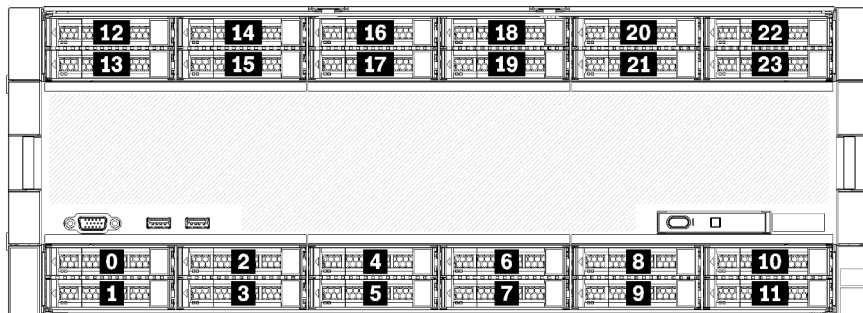

Abbildung 7. Position der Laufwerke
- Die oberen zwei Laufwerke unterstützen Laufwerke mit SAS-, SATA- oder NVMe-Schnittstelle (Lenovo AnyBay). Der Server unterstützt je nach Serverkonfiguration bis zu 12 NVMe-Laufwerke. Die NVMe-fähigen Laufwerkpositionen sind die geradzahligen Positionen, wie dargestellt in Abbildung 7 „Position der Laufwerke“ auf Seite 18.